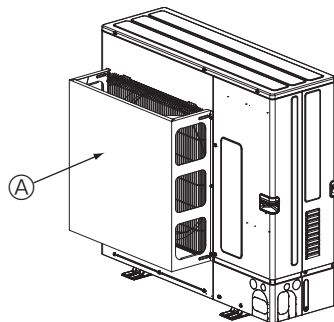

Fig. 2-4
- ② Zainstalować opcjonalną kierownicę powietrza w przypadku, gdy jednostka zewnętrzna jest zainstalowana w miejscu, w którym silny wiatr, np. tajfun, może bezpośrednio działać na wylot powietrza. (Fig. 2-4).